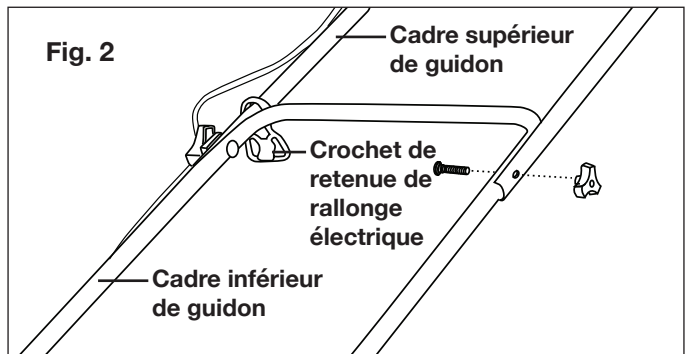

Fig. 2
2. Faites glisser le crochet de retenue de rallonge électrique sur le cadre supérieur de guidon, puis attachez le cadre supérieur de guidon au cadre inférieur de guidon à l'aide des boutons et des boulons du cadre supérieur. Serrez les boutons de chaque côté pour bien attacher les cadres de guidon (Fig. 2).